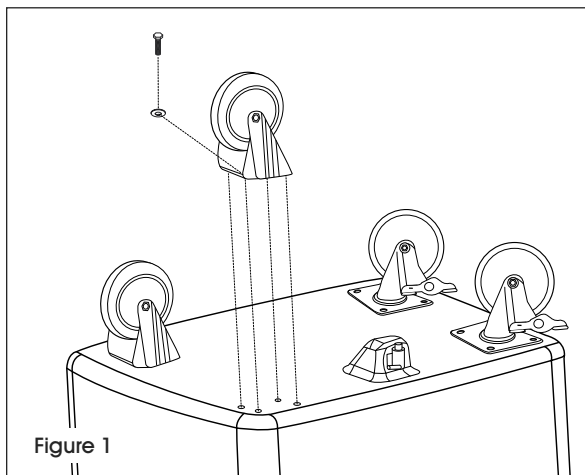

Figure 1
1. Fixez les roulettes au bas du chariot à l'aide du matériel inclus. (Voir Figure 1)